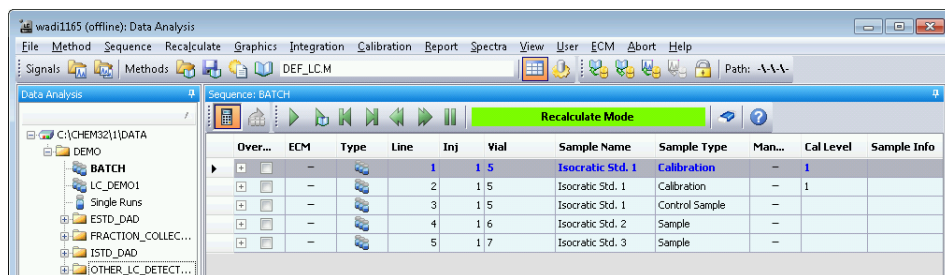
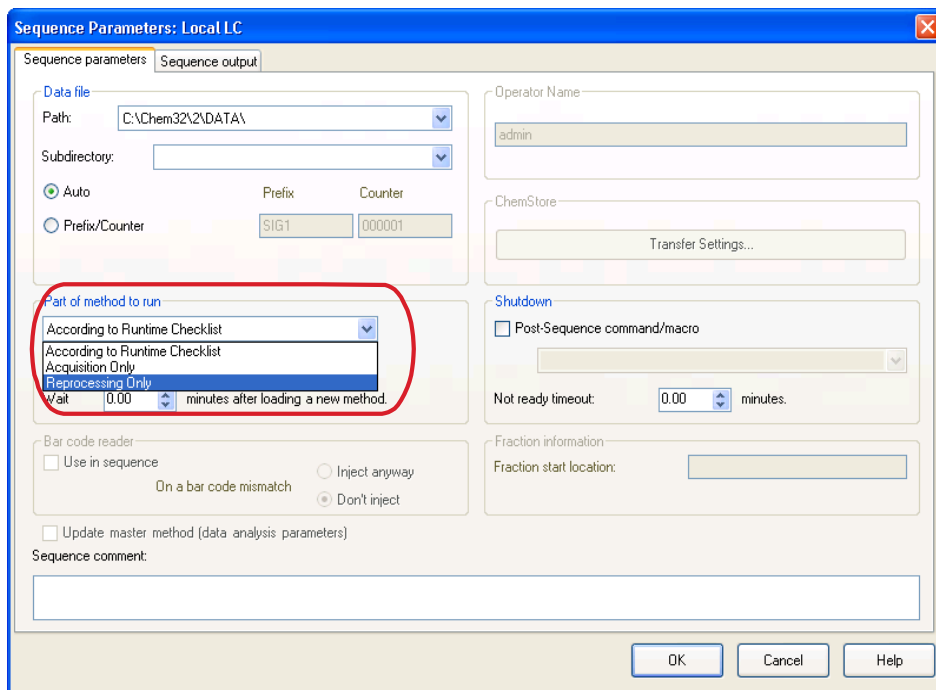

Abbildung 18 Navigationstabelle für Sequenzen, die bei deaktivierter **Unique Folder Creation** erfasst wurden
Abbildung 19 Erneute Verarbeitung von Sequenzdaten, die mit der deaktivierten Option **Unique Folder Creation** erfasst wurden
- Wenn eine mit deaktivierter Erstellung eindeutiger Ordner erfasste Sequenz in die Navigationstabelle geladen wird, ist der Modus für die erneute Verarbeitung in der Ansicht **Data Analysis** nicht verfügbar (Abbildung 18 auf Seite 105). Sequenzen, die bei deaktivierter Erstellung eindeutiger Ordner erfasst wurden, können nur in der Ansicht **Method and Run Control** mit der Option **Reprocessing only** unter **Sequence Parameters** erneut verarbeitet werden (Abbildung 19 auf Seite 105).